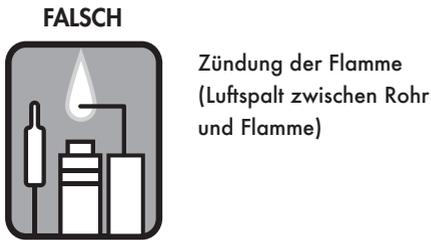
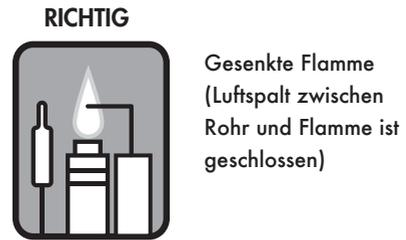

Abb. 4a: Wächterflamme brennt falsch
Abb. 4b: Wächterflamme brennt richtig
- a) Befindet sich zwischen Flamme und Rohr ein Spalt (siehe Abb. 4a), halten Sie den Startknopf weitere 15 Sekunden lang gedrückt, solange bis sich die Flamme direkt auf das Rohr abgesetzt hat (siehe Abb. 4b). Zur Erhitzung des Thermoelements muss der Startknopf weitere 15 Sekunden lang gedrückt bleiben.
- b) Die Flamme sitzt bereits bei der ersten Zündung direkt auf dem Rohr (siehe Abb. 4b) und brennt somit korrekt. Halten Sie den Startknopf ca. 15 Sekunden lang gedrückt, damit sich das Thermoelement erhitzen kann.